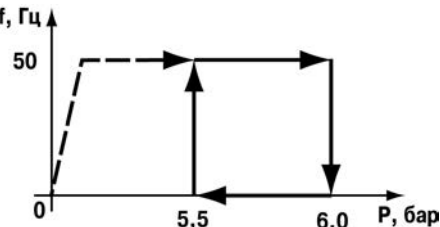

Рисунок 4.17 - Диаграмма алгоритма работы ПЧВ
- 4. Режим ожидания длится до снижения давления на уровень нижнего порога гистерезиса по давлению, после чего автоматически подается команда «ПУСК» и далее, по замкнутому циклу, от нижнего до верхнего порога гистерезиса, рисунок 4.17.